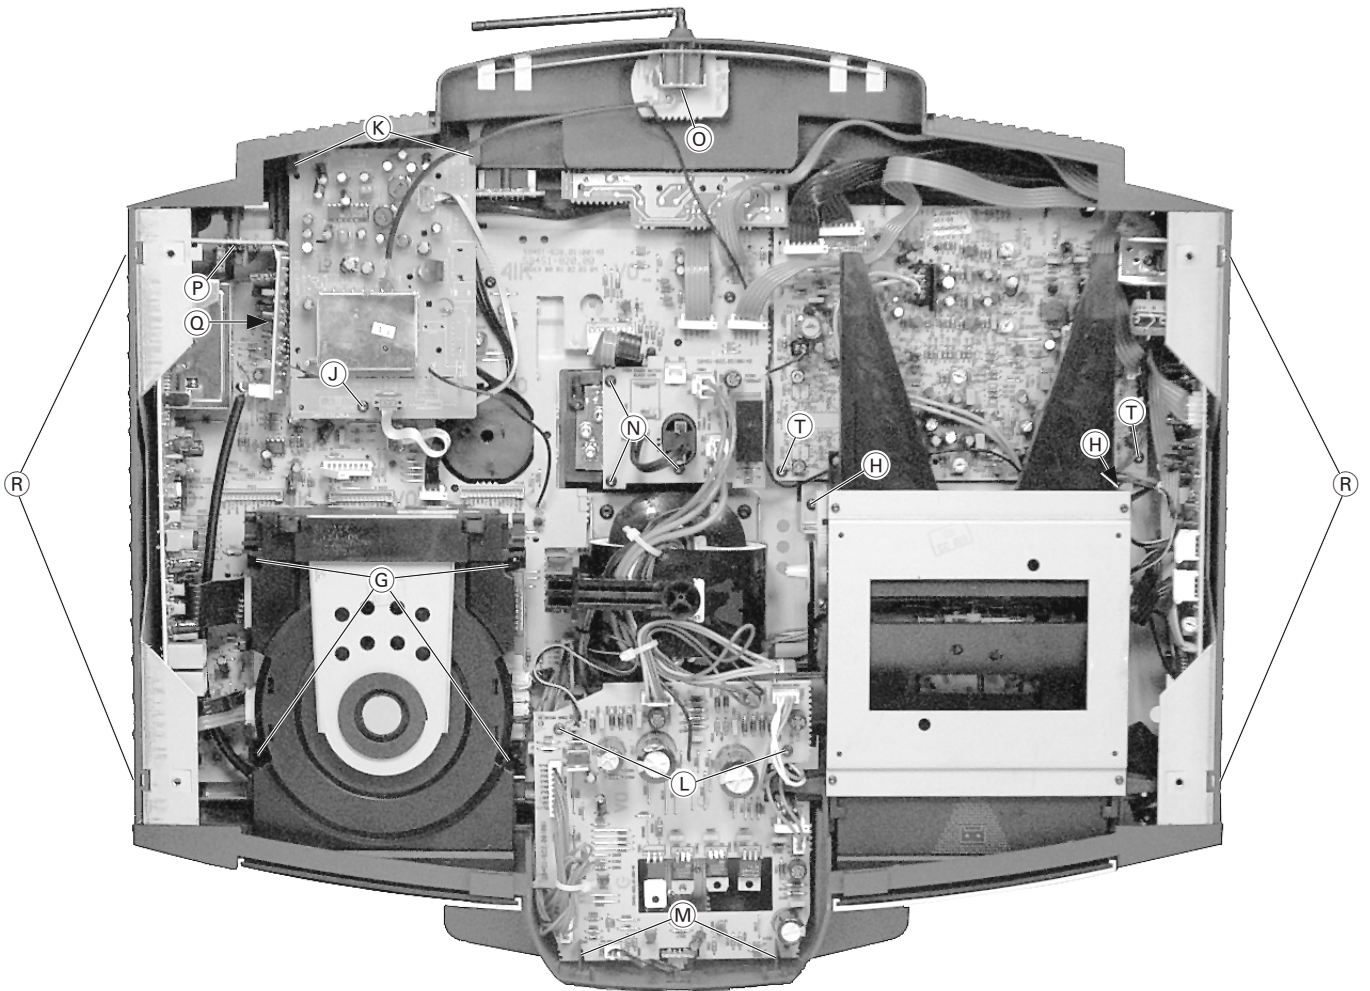

Fig. 6
- 4 Schrauben Ⓒ (Fig. 6) herausschrauben.
- 6 Schrauben Ⓓ (Fig. 6 und 7) herausschrauben.
- Schraube Ⓙ (Fig. 6) herausschrauben.
- 2 Schrauben Ⓛ (Fig. 6) herausschrauben.
- 3 Schrauben Ⓝ (Fig. 6) herausschrauben.
- Schraube Ⓞ (Fig. 6) herausschrauben.
- Schraube Ⓟ (Fig. 6) herausschrauben.
- 4 Schrauben Ⓡ (Fig. 6) herausschrauben und Seitenteile abnehmen.
- 2 Schrauben Ⓣ (Fig. 6) herausschrauben und Leiterplatte herausnehmen.
- Undo 4 screws Ⓒ (Fig. 6).
- Undo 6 screws Ⓓ (Fig. 6 and 7).
- Undo screw Ⓙ (Fig. 6).
- Undo 2 screws Ⓛ (Fig. 6).
- Undo 3 screws Ⓝ (Fig. 6).
- Undo screw Ⓞ (Fig. 6).
- Undo screw Ⓟ (Fig. 6).
- Undo 4 screws Ⓡ (Fig. 6) and remove the side covers.
- Undo 2 screws Ⓣ (Fig. 6) and remove the board.